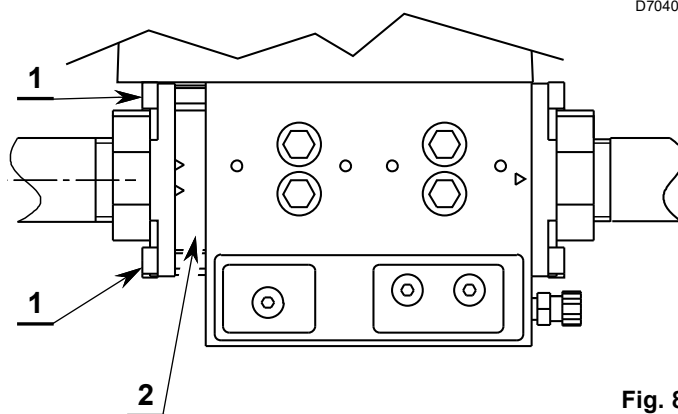

Fig. 8
- Controle la resistencia de la brida (Fig. 8).